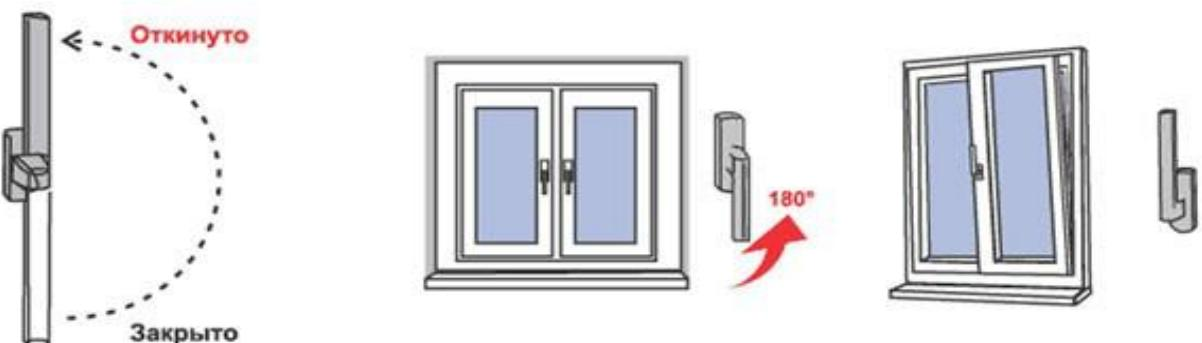

Рис. 2
2) Для перевода створки из закрытого положения в откидное, поворот створки относительно нижней горизонтальной оси, (положение «Откинуто» на Рис.2) ручку поворачивают вертикально на 180 градусов вверх, затем, потянув за ручку, поворачивают створку относительно нижней горизонтальной оси на заданный изготовителем угол (не более 10 градусов) (**откидной режим**).
3) Для запирания створки из открытого или откидного положения ее сначала закрывают и, придерживая створку рукой, поворачивают ручку вертикально вниз (положение «Закрыто» на Рис. 2).